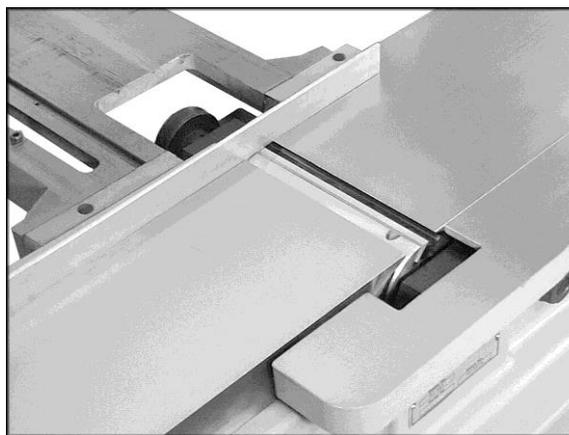

Figure 20
7. La règle plate doit rester droite le long des deux tables sans les espaces entre la règle plate et la table. Déplacez la règle plate graduée vers l'arrière de la table de sortie et effectuez le même essai. Voir Figure 20.